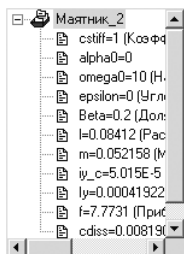

Рис. 1.49. Раскрывшийся список параметров в поле **Идентификатор**
- щелкните в разделе **Зависимость от параметра** в раскрывающемся списке **Идентификатор** по стрелке, направленной вниз, . Появится список параметров, см. рис. 1.49;
- щелкните в разделе **Зависимость от параметров** в раскрывающемся списке **Идентификатор** по стрелке, направленной вниз, . Появится список параметров (см. рис. 1.49);
- щелкните на вкладке **Равновесие** в разделе **Зависимость от параметров** в раскрывающемся списке **Идентификатор** по стрелке, направленной вниз, . Появится список параметров (см. рис. 1.49);